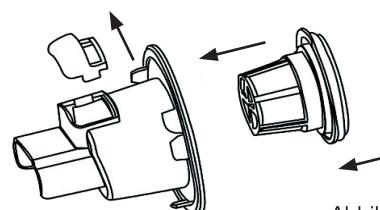

Abbildung 8
4. Drehen Sie den Feinfilter, um ihn aus dem Vorfilter zu entfernen (Abb. 8).